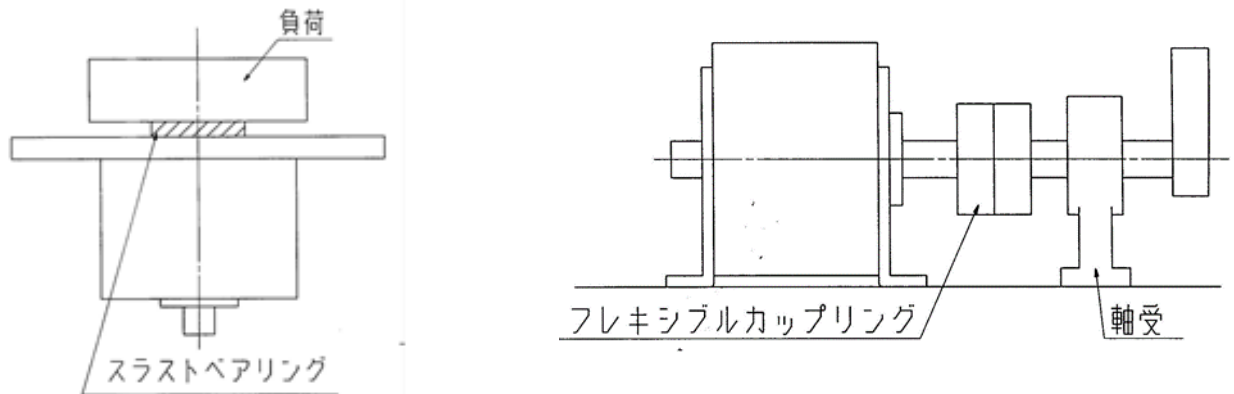

図2
- ② 作動条件をより良くするために図2のような方法で軸に直接荷重がかからないようにすることを推奨します。